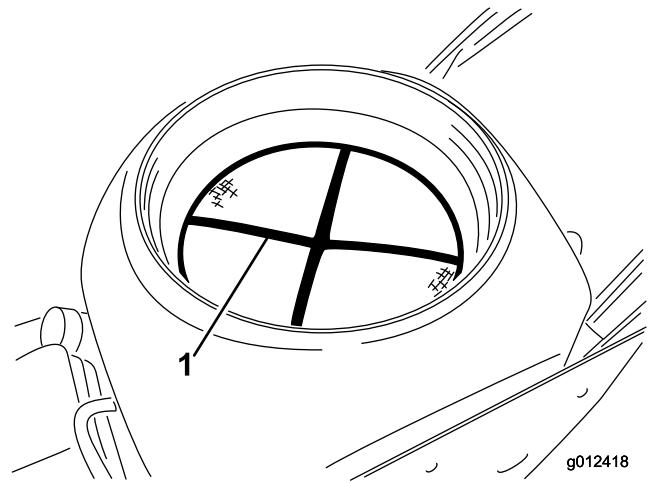

Figura 30
2. Remova o filtro do depósito de tinta (Figura 30) e limpe com água.